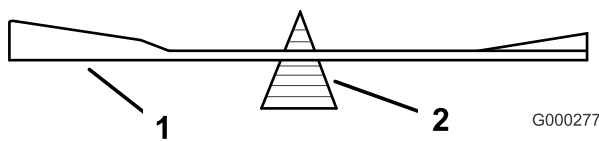

図 78
2. ブレードバランサーを使ってバランスを調べる 図 78。